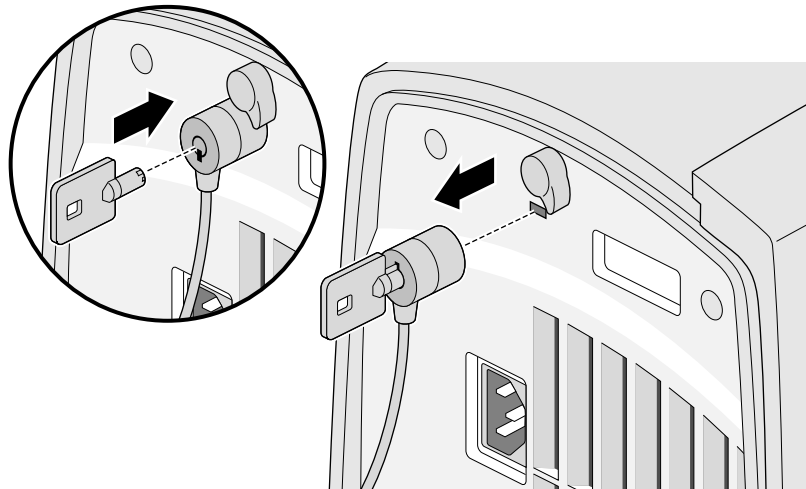

Abbildung 2-2 Entriegeln des Systems
2. Entfernen Sie das Schloß aus dem Gehäuse, wie in Abbildung 2-2 dargestellt.